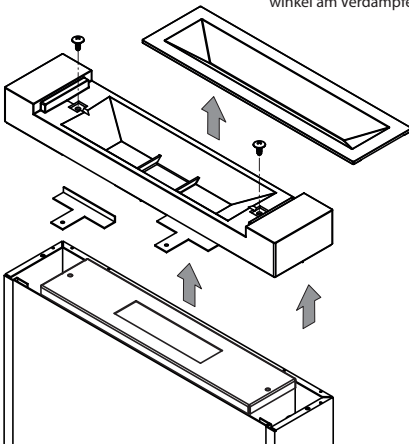

Abb. 3
- Zunächst die obere Gussabdeckung lösen (2 Schrauben) und die mitgelieferten Befestigungswinkel links bzw. rechts (je nach Befestigungsseite am Saunaofen) in die vorgesehenen Aufnahmelaschen einfügen und mit etwas Druck fest verklemmen. Anschließend Gussabdeckung wieder mit den zuvor gelösten Schrauben am Verdampfer befestigen (Abb. 3). Beachten Sie auch die Montage der Befestigungswinkel für Holz-Reling, S. 10.